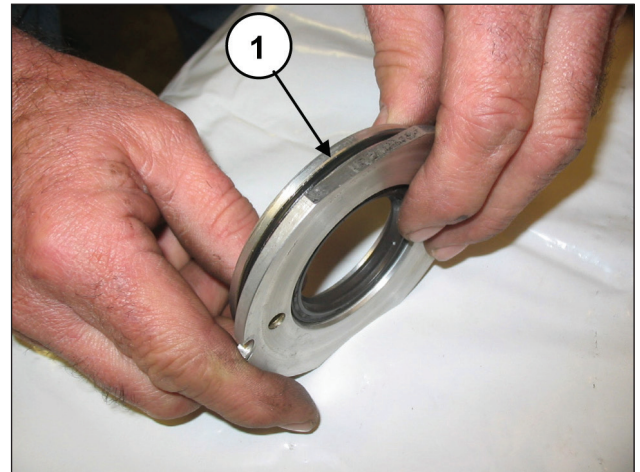
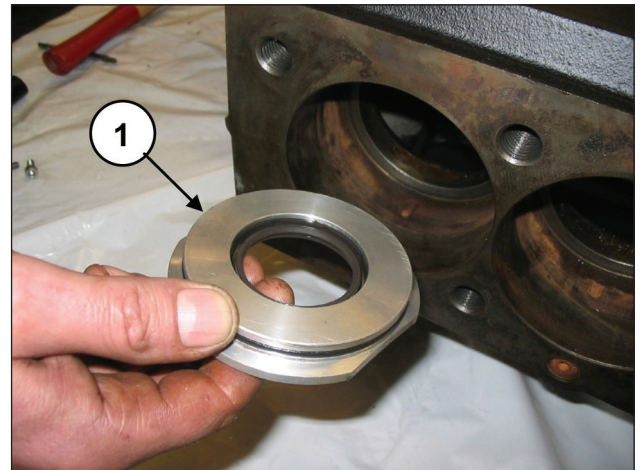

图175
图176
将O形圈（部件号①, 图175）定位在油封盖底座中，将已安装的组件插入泵壳的专用底座（部件号①, 图176）中。